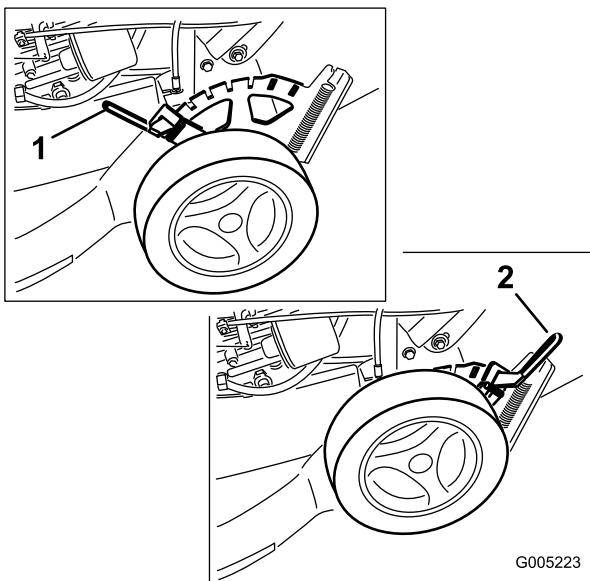

Bild 17
Die Vorderräder werden einzeln mit einem Hebel für das Einstellen der Radhöhe eingestellt (Bild 16). Die Hinterräder werden zusammen mit einem Hebel zum Einstellen der Radhöhe eingestellt, der sich über dem linken Hinterrad befindet (Bild 17).
1. Ziehen Sie den Einstellhebel für die Radhöhe heraus und schieben Sie ihn in die gewünschte Stellung (Bild 17).